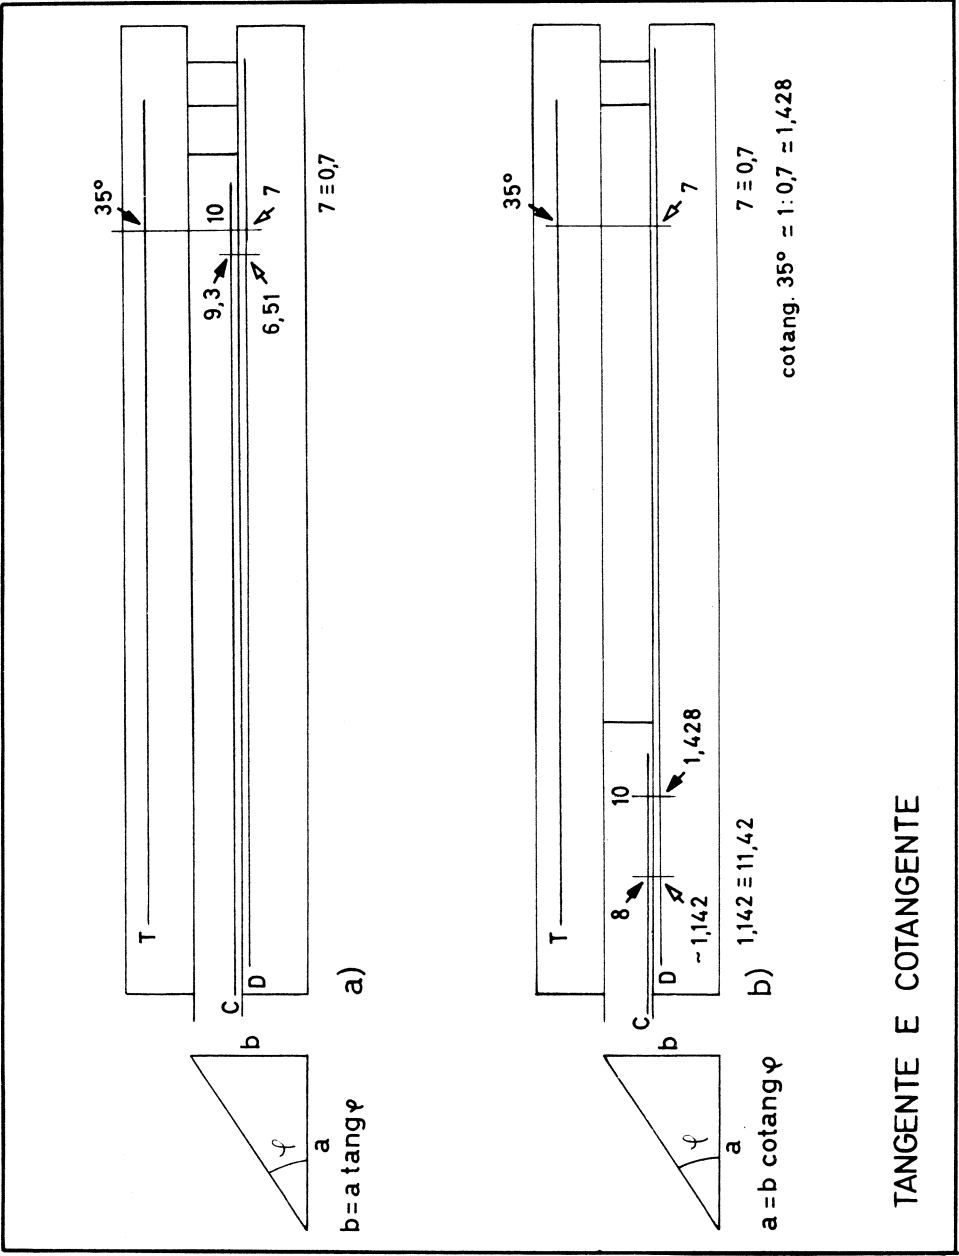

Fig. 8
1) Si calcoli il cateto b di un triangolo rettangolo, conoscendo l'angolo opposto, $\varphi = 35^\circ$, e l'altro cateto, $a = 9,3$ centimetri (fig. 8-a).
2) Si calcoli il cateto a di un triangolo rettangolo, conoscendo l'angolo adiacente, $\varphi = 35^\circ$, e l'altro cateto $b = 8$ centimetri (fig. 8-b).